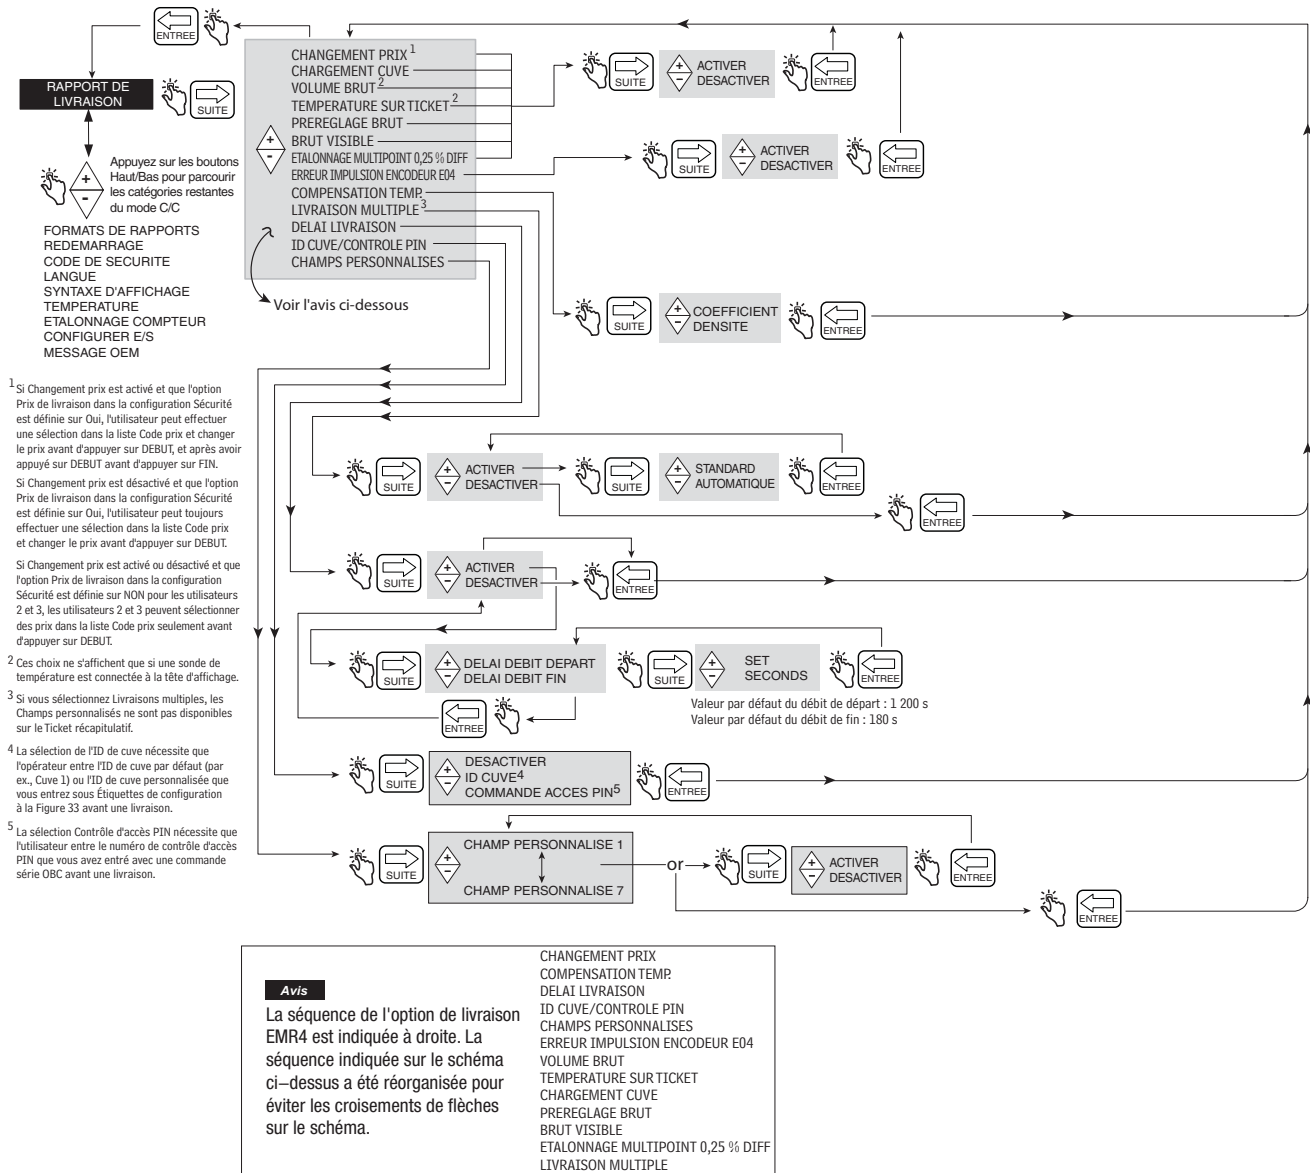

Figure 47. Options de livraison
3. Pour modifier la densité pour un produit donné, l'EMR4 doit être défini sur le mode de densité et la compensation en température doit être activée comme indiqué à la Figure 47, Options de livraison.
La Figure 47 illustre la configuration des Options de livraison en mode C&C. Cette option permet d'activer ou de désactiver les changements de prix sur l'état de livraison selon vos besoins réglementaires. Cette configuration permet également de sélectionner le coefficient (d'expansion) ou la densité comme méthode de compensation de la température pour les livraisons, d'activer le délai de livraison, l'ID de cuve, les ID utilisateur, le chargement de la cuve et l'erreur d'encodeur E04 (volume but et température sur les champs de ticket également visibles lorsque la sonde de température est connectée à la tête de l'EMR). Vous pouvez aussi activer / désactiver Gross Preset, Gross Viewable, Multicalib 0.25% Diff et Multiple Delivery.
Ces délais peuvent être activés ou désactivés par la fonction Pause de livraison (voir la Figure 47).